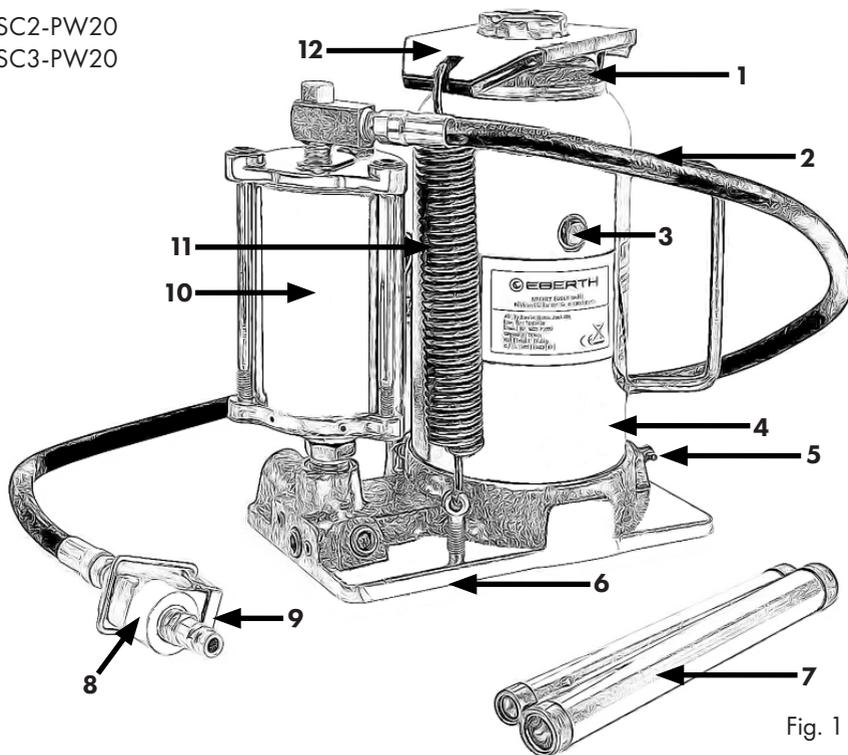

Fig. 1
**Légende Figures 1 & 2 (SC2-PW20)(SC3-PW20)**